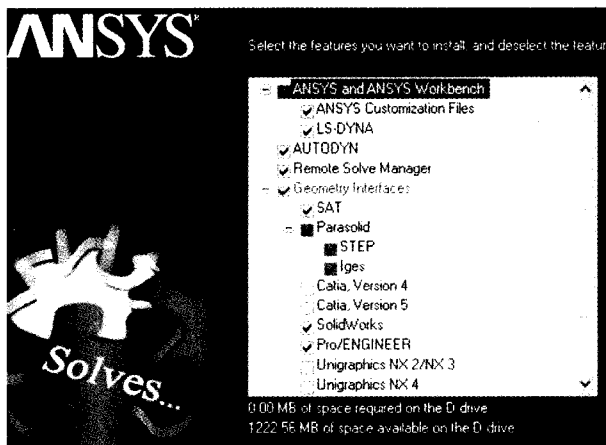

图1 Ansys的接口选项
① 首先安装 Pro/E (其他的 CAD 软件也一样, 必须在安装 ansys 之前完成安装, 否则无法完成接口的连接), 确定安装成功后, 运行 Pro/E, 在它的工具栏并没有建立与 Ansys WorkBench 的连接。② 安装 Ansys WorkBench, 进入到安装向导即可选择要建立接口的 Pro/E, 如图 1 所示, 接着把目录指向 Pro/E 的安装目录, 安装完成后关闭对话框。③ 打开 Pro/E 的菜单, 如图 2, 在 Pro/E 中建立好模型后即可直接导入到 ansys 和